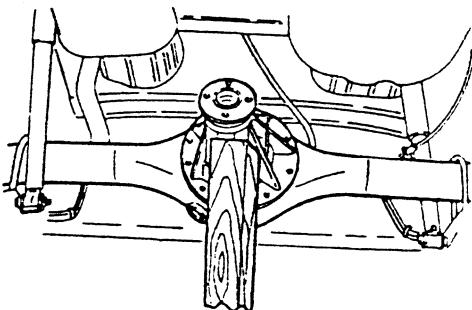

图 4-102 拆卸差速器总成
(1) 在拆卸传动轴时, 应对正传动轴上的凸缘锁头及差速器上连接凸缘的配合记号。注意可以用铁丝类暂时将传动轴固定在车体上。
(2) 拆卸差速器总成上的螺栓后, 如图 4-102 所示, 在差速器总成下侧用木锤敲击使